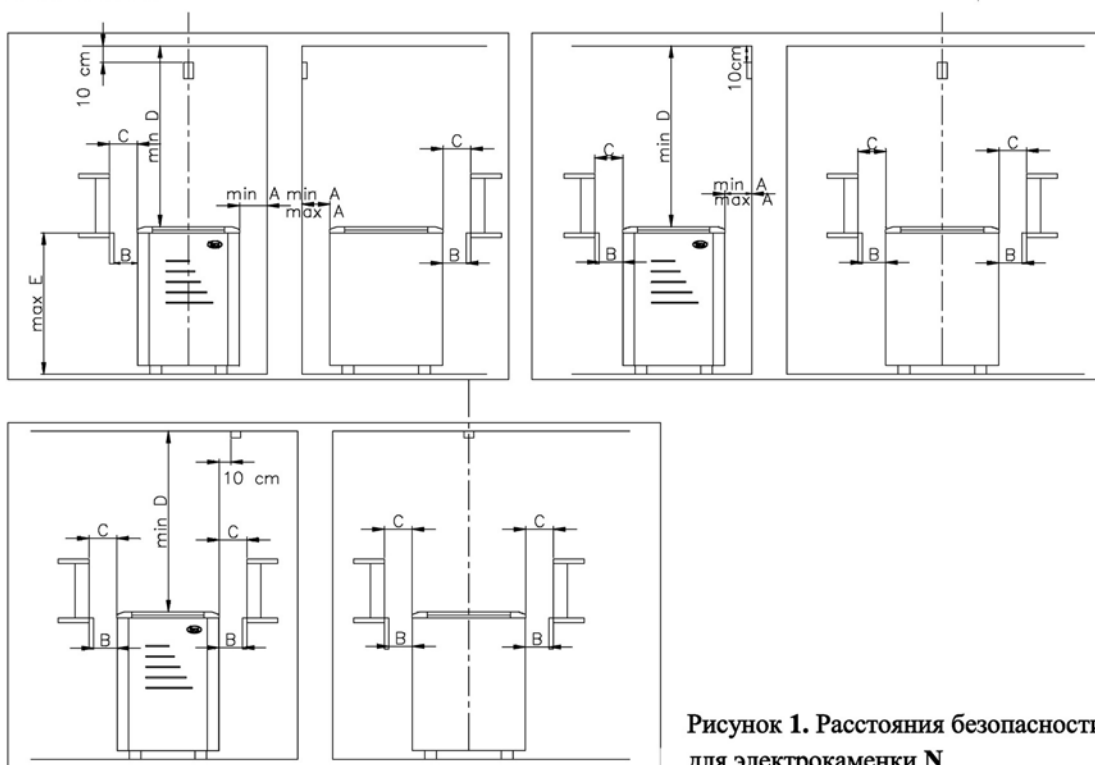

Рисунок 1. Расстояния безопасности для электрокаменки N
\*\*) см. рис. 1
- При монтаже электрокаменки необходимо соблюдать расстояния безопасности (См. рисунок 1)